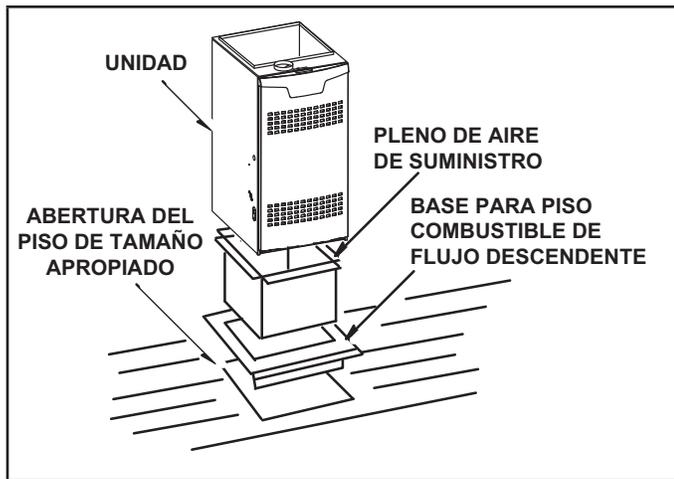

FIGURA 8
**Instalación sobre un piso combustible (Figura 8)**